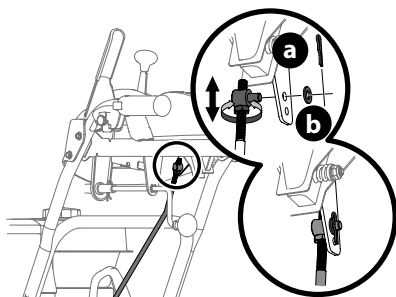

Figure 49
2. Retirez la goupille fendue (a) et la rondelle (b) de la virole de réglage sur la tige du levier de vitesse. Retirez la tige du levier de vitesse. Voir (Figure 49).